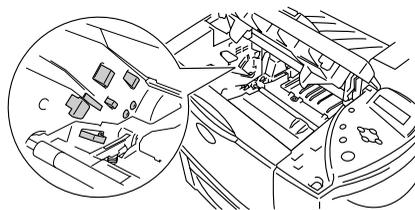

Figura 5-11
- Para evitar que se produzcan daños en la impresora por electricidad estática, no toque los electrodos que se muestran en la figura 5-11.